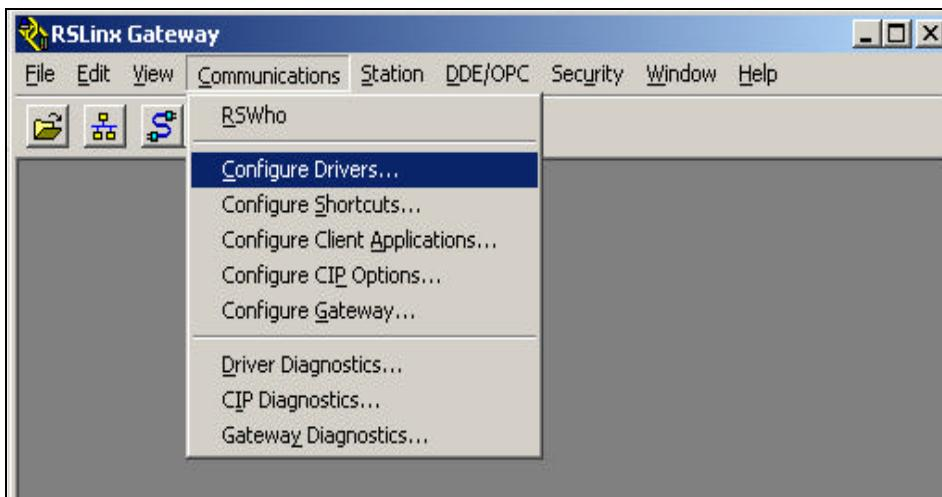

图 3-29 组态驱动
7. 单击菜单栏 Communications->Configure Drivers... 或在工具条上单击 Configure Drivers（组态驱动），如图 3-29 所示。